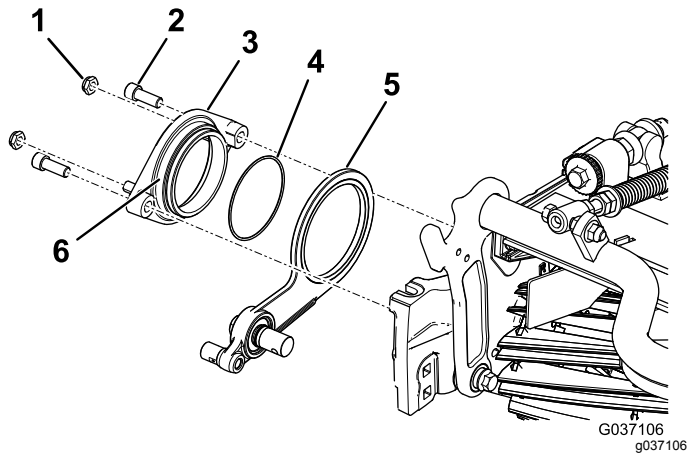

Figura 8
3. Utilice un compuesto antiadherente en el diámetro externo del conjunto del cubo del pivote (Figura 8).
4. Coloque el cubo del pivote sobre el brazo libre y fíjelo al molinete con 2 pernos allen (Figura 8).
5. Instale provisionalmente las 2 contratuercas en el cubo del pivote (Figura 8).